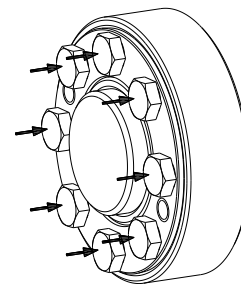
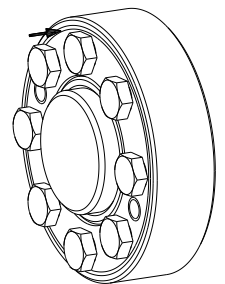

Bild 7: Anziehen der Spanschrauben
Bild 8: optische Kontrolle
- Ziehen Sie die Spanschrauben gleichmäßig stufenweise in mehreren Umläufen solange der Reihe nach an (siehe Bild 7), bis die vorderen, schraubkopfseitigen Stirnflächen des Außen- und Innenringes fluchten. Das korrekte Verspannen von Außen- und Innenring kann somit optisch überprüft werden (siehe Bild 8). Beim Anziehen der Spanschrauben darf das max. angegebene Anziehdrehmoment (siehe Tabelle 1) nicht überschritten werden.